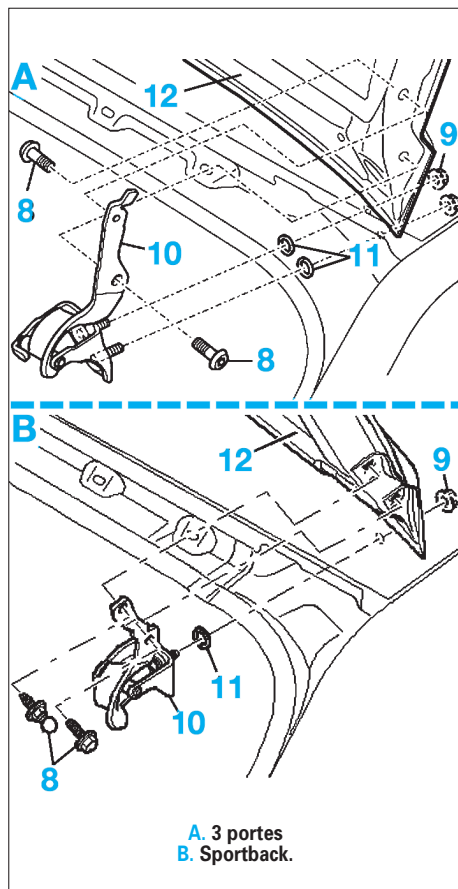

FIG. 76
- De chaque côté, et à l'aide d'un second opérateur, déposer les vis (8) et le(s) écrou(s) (9) sur les charnières (10) (Fig.76).
- Déposer le hayon (12).